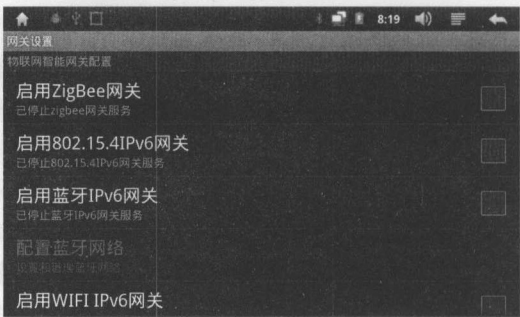

图 2.5 其他设置
(6) 智云 Android 开发平台默认兼容早期 ZigBee 演示程序，在使用智云服务时，须要确保串口未被占用，在“无线接入设置”的界面，按下“MENU”按键，弹出“其他设置”菜单，单击进入菜单，在弹出的界面将“启用 ZigBee 网关”选项关闭，如图 2.5 所示。